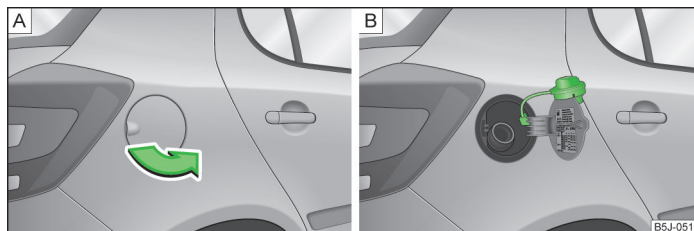

Fig. 122 Partea dreaptă spate a autovehiculului: Clapeta rezervorului / Clapeta rezervorului cu capacul înșurubat
Pe interiorul clapetei rezervorului sunt menționate tipurile adecvate de carburant pentru autovehiculul dvs » fig. 122 la pagina 160 - B.
- Deschideți cu mâna clapeta rezervorului de combustibil » fig. 122 - A.
- Desfaceți bușonul rezervorului spre stânga și fixați-l de sus pe clapeta rezervorului » fig. 122 - B.